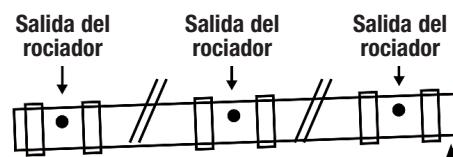

Figura 5
- La altura al final de la tubería debe ser mayor que la de la sección de humidificación, 1/8 in de elevación por pie (Figura 5).